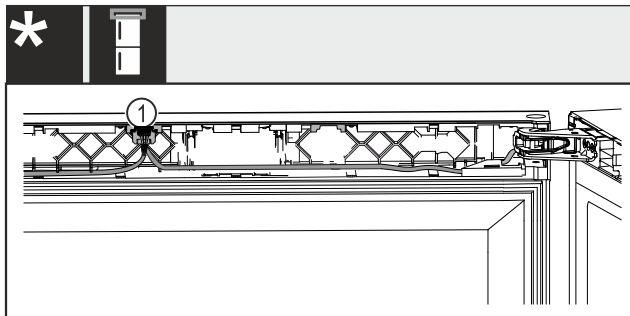

Fig. 46 Pro kombinovanou chladničku na víno s mrazničkou*
- ▶ Zástrčku Fig. 46 (1) zaklapněte do vedení.*